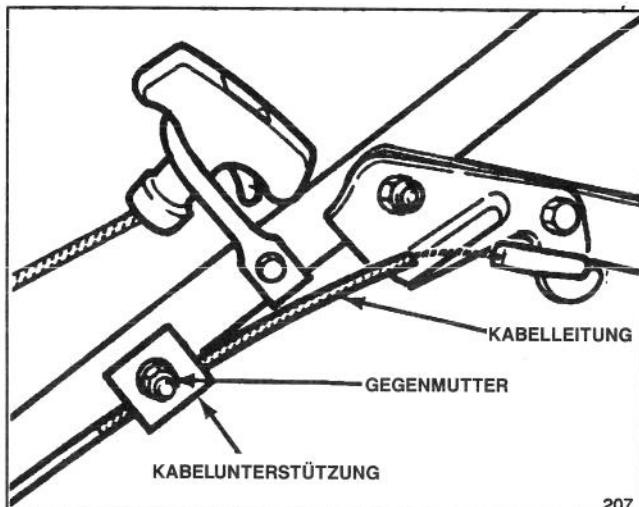

Abbildung 30
3. KABELLEITUNG JUSTIEREN—Gegenmutter an der Kabeleinstellung lösen (Abb. 30). 3 - 4,7 mm Abstand zwischen Bremshebel und Schiebestange einstellen. Kabelleitung justieren, bis sie straff ist. Dann die Gegenmutter anziehen.